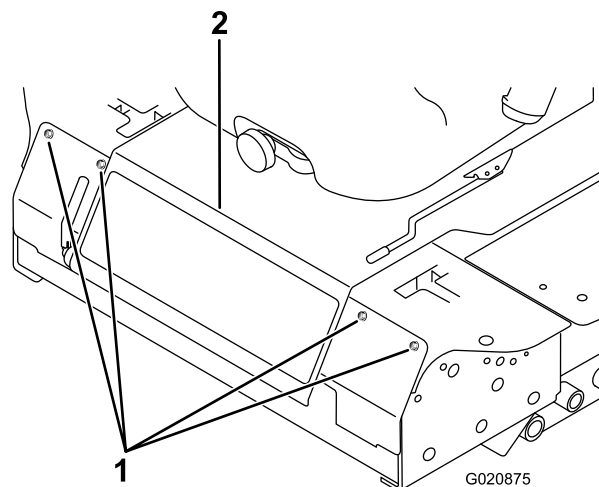

Рисунок 52
- Снимите болты крепления передней панели и снимите переднюю панель (Рисунок 52).